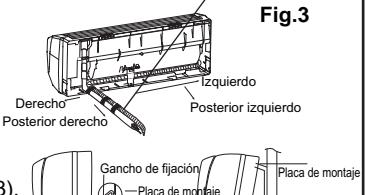

Fig.3
- 2. Extraiga las tuberías de la carcasa, enrolle la tubería de agua y los cables con cinta y páselos por el orificio para tubos (Como se indica en la Fig.3).